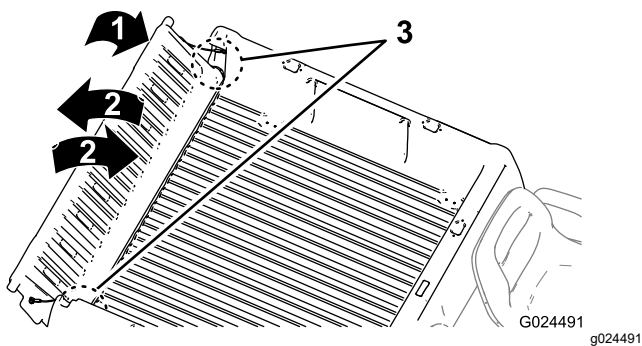

Figura 15
2. Rode a porta traseira para a posição de aproximadamente 45° (Figura 15).
3. Rode a porta traseira para cima e para a frente várias vezes (Figura 15).